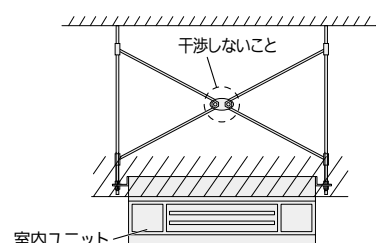

図7
- 5-4. 吊ボルトに耐震用の筋交いを取り付ける場合、筋交いは互いに干渉させないように交差部を金具固定してください。(図7)